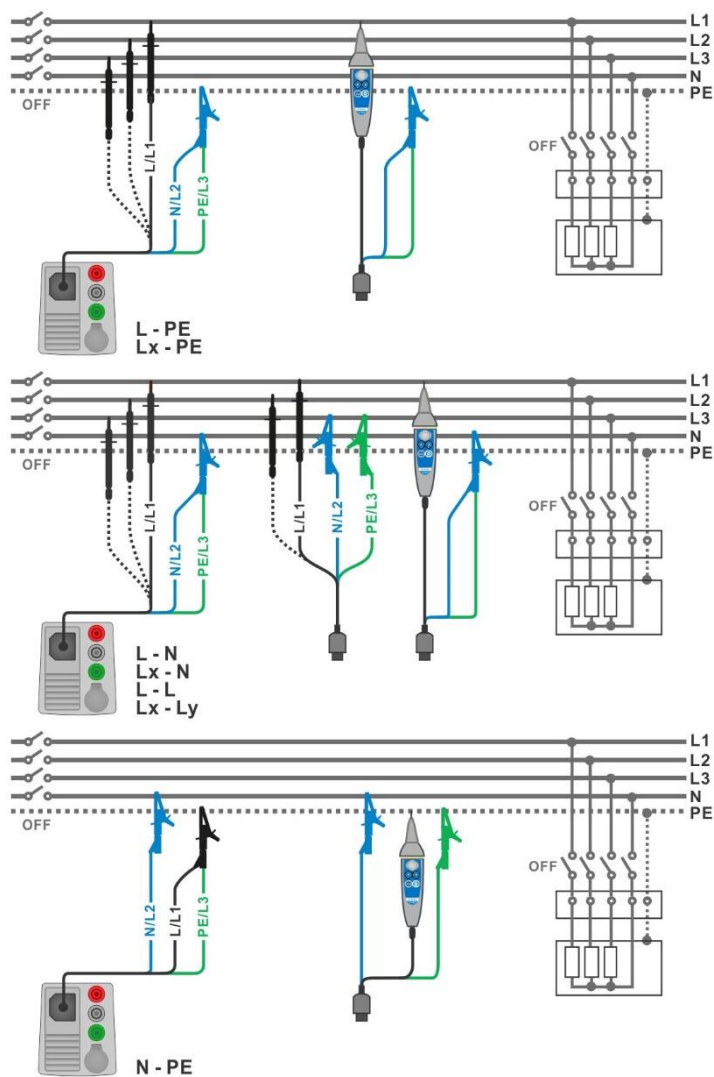
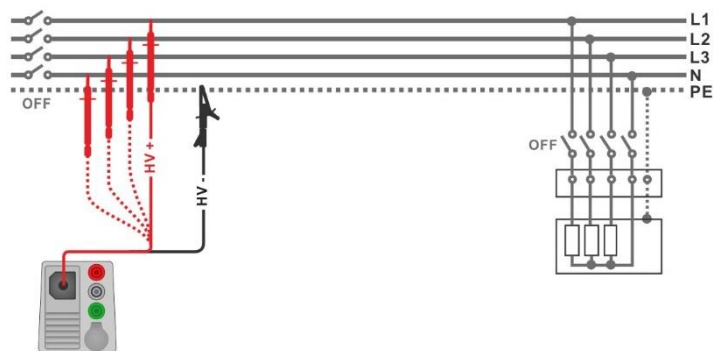

Figura 7.7: Conexión de una punta de prueba de tres hilos y la Punta Commander ($U_N \leq 1$ kV)
Figura 7.8: Conexión de punta de prueba de 2.5 kV ($U_N = 2.5$ kV)
- Conecte las puntas de prueba al objeto a prueba, vea la **Figura 7.7** y **Figura 7.8**. Debe utilizarse otro cable de prueba para las pruebas con tensión nominal $\leq UN$ 1000 V y $UN = 2500$ V. También utilizar bornes de prueba diferentes. Se pueden usar la punta de prueba estándar de tres hilos, el cable de prueba schuko o la Clavija / Punta *Commander* para la prueba de aislamiento con tensiones nominales de prueba de $\leq 1000kV$. Para la prueba de aislamiento de 2500 V, se debería usar la punta de prueba de 2,5 kV.